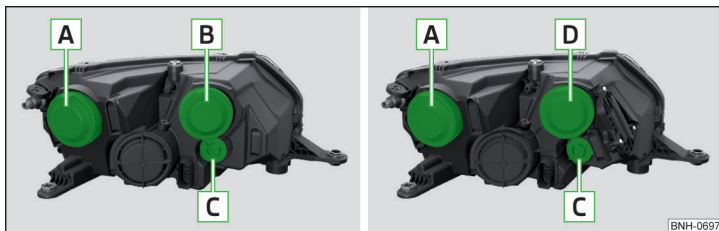

Fig. 268 Farul din stânga: Faruri cu halogen/ faruri cu halogen cu lumină de zi cu leduri
Disponerea becurilor cu incandescență » fig. 268
- › Scoateți capacul de protecție **B** » fig. 268 la pagina 232.
- › Așezați capacul de protecție **B** » fig. 268 la pagina 232.
- › Scoateți capacul de protecție **A** » fig. 268 la pagina 232.
- › Așezați capacul de protecție **A** » fig. 268 la pagina 232.
- › Scoateți capacul de protecție **D** » fig. 268 la pagina 232.
- › Așezați capacul de protecție **D** » fig. 268 la pagina 232.